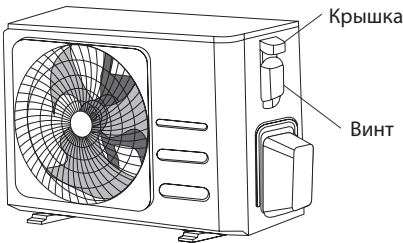

Рис. 8.1
2. Снимите крышку распределительной коробки наружного блока. (см. рис. 8.1).